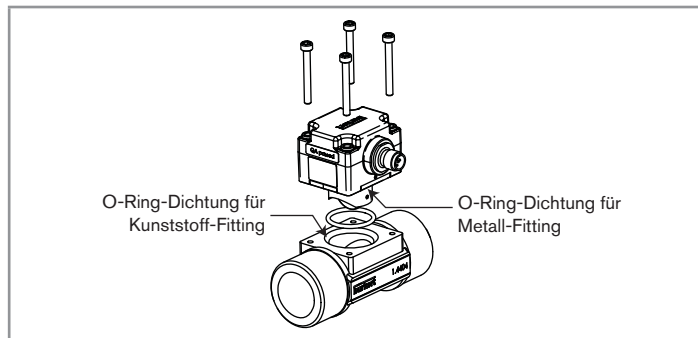

Bild 26: Explosionszeichnung des 8012
- Die neue O-Ring-Dichtung einsetzen (siehe Bild 26).